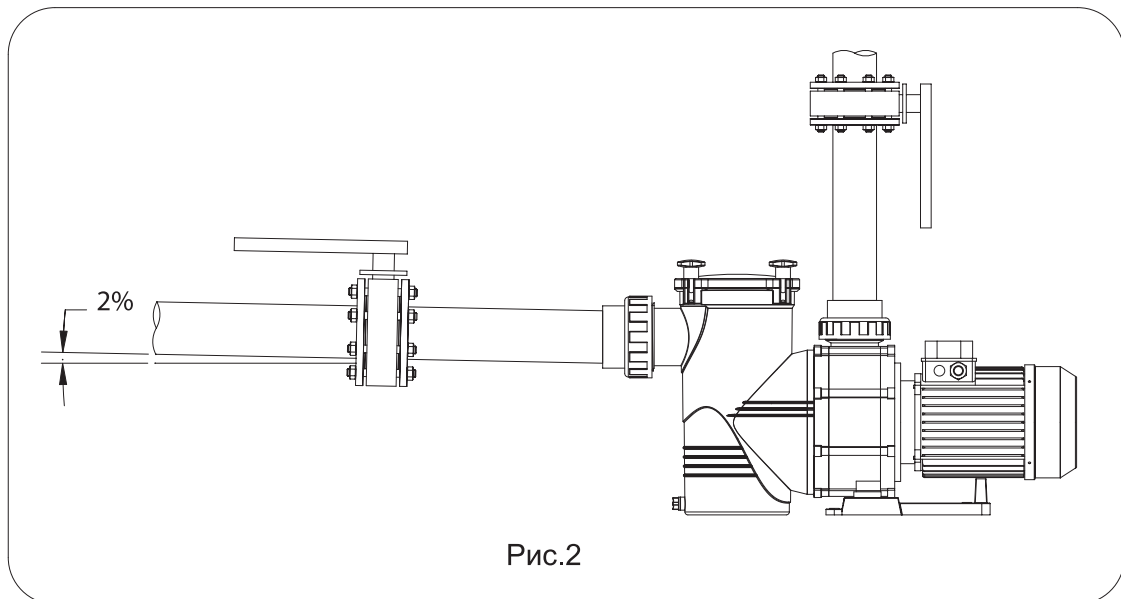

Рис.2
- Трубы следует привинчивать к трубным насадкам (Рис. 2).
- Трубы, работающие в импульсном режиме, должны монтироваться полностью в перпендикулярном положении, они должны быть хорошо центрированы относительно насадки, которая должна быть подключена с целью предотвращения воздействия внешнего давления на насос и на трубу. Кроме существенного усложнения монтажа, это давление может даже раздавить их (Рис. 2)
- Монтаж всасывающей трубы выполняется под небольшим углом в 2% по направлению к насосу, что предотвращает возникновение сифона (Рис.2).